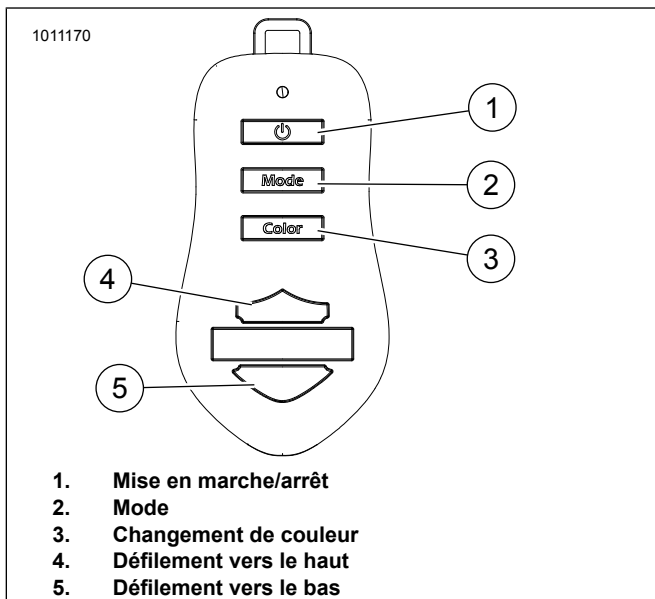

Figure 3. Porte-clés
2. Voir la figure 3. Appuyer sur le bouton Marche (1) du porte-clés.
1. Voir la figure 3. Appuyer sur le bouton Mode (2) pour basculer entre les trois modes.
- b. Appuyer sur le bouton de défilement vers le haut (4) pour augmenter la vitesse graduellement. Maintenir pour augmenter rapidement la vitesse.
- c. Appuyer sur le bouton de défilement vers le bas (5) pour réduire la vitesse graduellement. Maintenir pour réduire rapidement la vitesse.
1. Voir la figure 3. Appuyer sur le bouton Changement de couleur (3) pour faire défiler et modifier les zones de couleur.